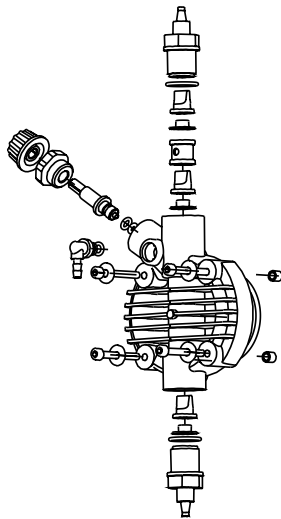

Fig. 10
2. Revise el funcionamiento de la bomba al menos cada 6 meses, así como la posición de los tornillos y de las juntas de impermeabilización. El control debe ser efectuado con más frecuencia en líquidos agresivos, prestando especial atención en la concentración de aditivo en la instalación. Su reducción podría ser debida al desgaste de las válvulas (en tal caso se deben sustituir siguiendo los pasos de la Fig.10) o al atasco del filtro, que se debe limpiar como se indica en el punto 3.
También se puede efectuar esta operación de la forma siguiente: una vez la bomba está desconectada de la instalación, sujete la bomba boca abajo por unos pocos segundos (15-30) sin que los tubos estén conectados a los empalmes. Si resulta imposible, desmontar y volver a montar el cuerpo de la bomba (Fig.10) utilizando los cuatro tornillos de fijación.
El sistema es robusto, por lo que no se producen averías graves. Eventualmente se pueden producir pérdidas de líquido de algún empalme o junta fijatubos sueltos, o con más frecuencia, de la rotura del tubo de eyección. Raramente se producen pérdidas a causa de la rotura de la membrana por desgaste o de su revestimiento de sujeción. Aún así, si se produjeran, dichos componentes se deben sustituir desmontando los cuatro tornillos del cuerpo de la bomba (Fig. 10), montándolos de nuevo y enroscándolos de modo uniforme. Una vez eliminada la pérdida, se debe limpiar la bomba dosificadora de eventuales residuos de aditivo que hayan quedado impregnados, ya que podrían agredir químicamente la bomba.
❶ - LA BOMBA DOSIFICADORA DA IMPULSOS PERO O INYECTA ADITIVO EN LA INSTALACIÓN
- a. Desmonte la válvula de aspiración y eyección. A continuación, límpiela y móntela otra vez en la misma posición (Fig. 10). En caso que se detectara un hinchamiento de las válvulas, compruebe en el tablón correspondiente la compatibilidad del aditivo con el tipo de válvula montada en la bomba (válvula estándar de Vitron; la válvula esfera es opcional).